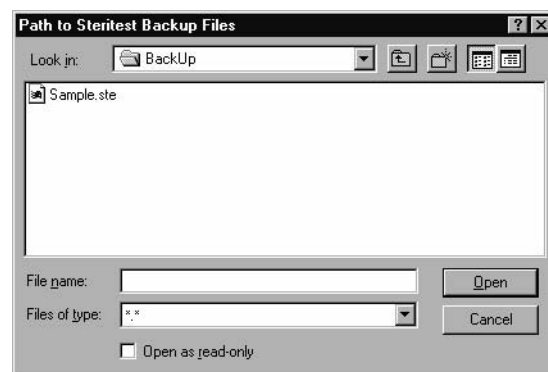

Figura 37: Seleccionar la ruta de las copias de seguridad
3. Introducir la ruta en el campo **“Path to Steritest Backup Files”** o hacer clic en el botón [...] para abrir la ventana de navegación y seleccionar la ruta (Figura 37).